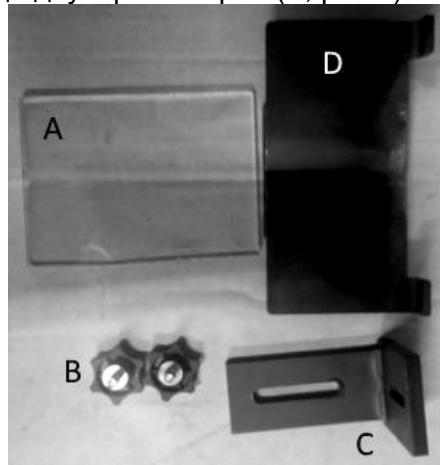

Рис.2
- Установите кронштейн опорного стола (C, рис.2) на станок.
- Установите опорный стол (D, рис. 2) на кронштейн.
- Установите прозрачный экран (A, рис. 2) при помощи двух фиксаторов (B, рис.2) на станок.